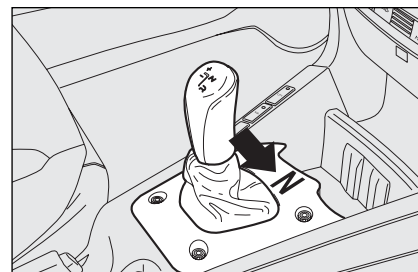

fig. 12
Afin de permettre l'engagement au point mort (N) de la boîte de vitesses (la voiture à l'arrêt et la pédale du frein enfoncée) il faut déplacer le levier de commande vers la droite **fig. 12**.